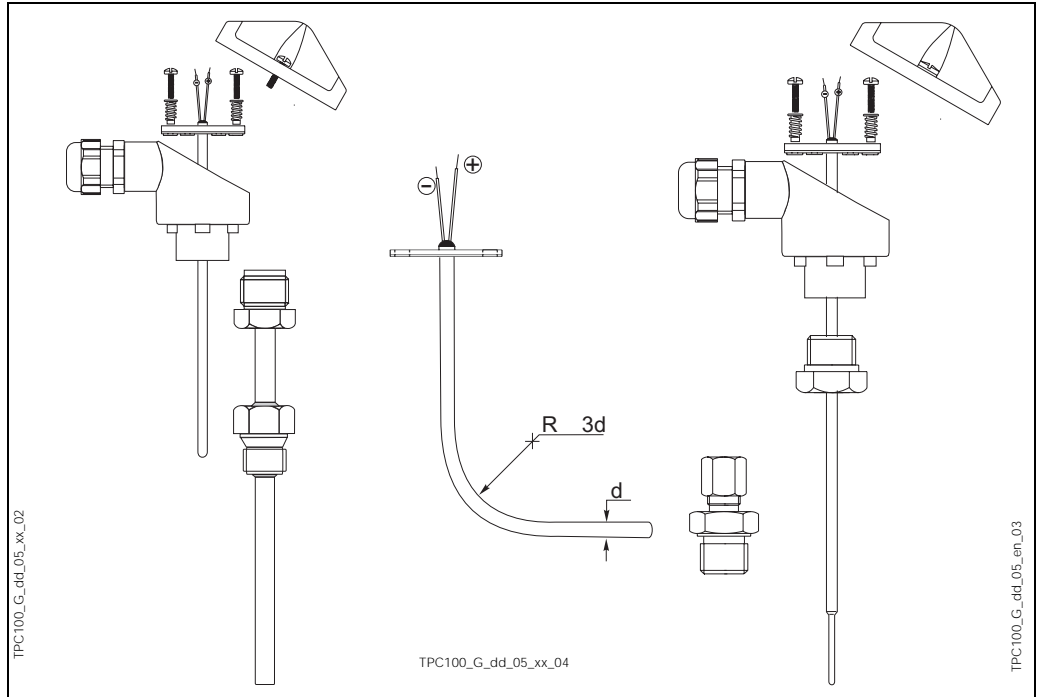

Abb. 2: Allgemeine Installationsmöglichkeiten: in eine Baugruppe mit Schutzrohr (rechts), mögliche Biegung des TPC 100, Stabsdirekte Messung (links)
Der TPC 100 wird von oben in das Gehäuse eingeführt, um die Dichtungsscheibe die mit dem Messeinsatz fest verbunden ist auf den Boden des Gehäuse zu befestigen (siehe Abb.2).
Die Einsatzlänge (IL) des Messeinsatzes ist sehr wichtig. Sie gewährleistet dass die Messeinsatzspitze den Boden des Schutzrohres berührt und somit eine bessere Wärmeübertragung wie auch eine Verkürzung der Ansprechzeit sicherstellt (siehe Abb.2 rechts).